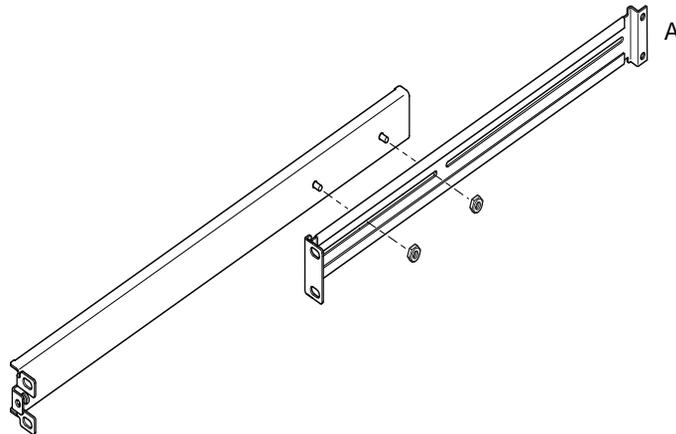

FIGURE 3-2 Glissières pour une armoire d'extension Sun de 72 pouces
Pour une armoire Sun StorEdge de 72 pouces de hauteur (19 pouces de largeur), l'extrémité bicônique (A) doit se trouver à l'arrière (voir FIGURE 3-2).